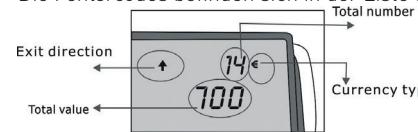

Fig.1
- Ist die eingeführte Banknote korrekt, erhöht sich der Zähler jeweils um eins und der Gesamtwert entsprechend dem jeweiligen Betrag. Anschließend wird die Banknote in der gewählten Richtung ausgeworfen. Sobald die Gesamtzahl der erkannten Banknoten 999 erreicht, oder der Gesamtwert der gezählten Banknoten 9999 beträgt, beginnt der Zähler wieder bei 0 (Bild 1).